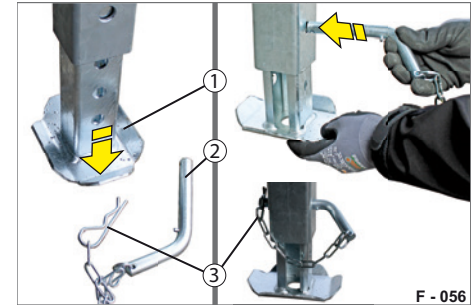

Abb. 40 Stellfuß verstellen
- ▶ Ziehen Sie den Federstecker (Abb. 40/3) aus dem Steckbolzen (Abb. 40/2) heraus.
- ▶ Setzen Sie den Stellfuß (Abb. 40/1) auf einen festen Untergrund ab bzw. verstellen Sie den Stellfuß soweit nach unten bis dieser noch in weiterer Bohrung arretiert werden kann.
- ▶ Stellen Sie den Stellfuß (Abb. 40/1) hoch und sichern Sie diesen mit dem Steckbolzen (Abb. 40/2) und Federstecker (Abb. 40/3).